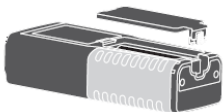

Abb. 9: Wechsel der Innenbatterie
1. Drehen Sie die Befestigungsschraube aus dem Batteriefachdeckel, legen Sie die Schraube beiseite und entfernen Sie den Deckel (siehe Fig. 9).